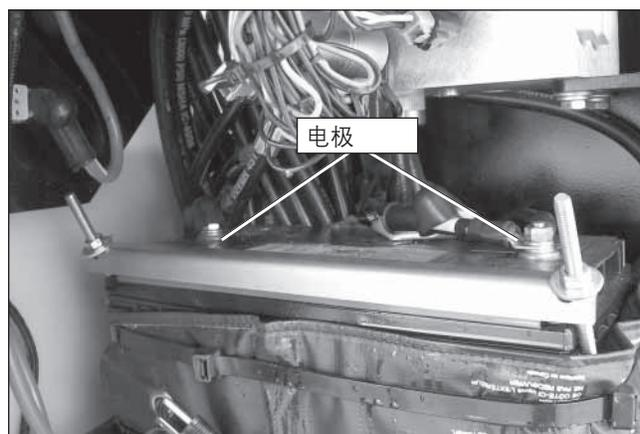

图 7.6 – 电瓶
电源由一个 12V 的电瓶供应。电瓶之上的盖罩位于机器的左侧(请参见图 7.6)。电瓶会供应 12V 直流电源, 以便操作高空作业平台的电气和液压零部件, 包括紧急动力系统。
1. 从电瓶上拆下盖子(请参见图 7.6)。
1. 检查电瓶的顶部、电极和电缆端部。它们应清洁, 且没有腐蚀(请参见图 7.6)。